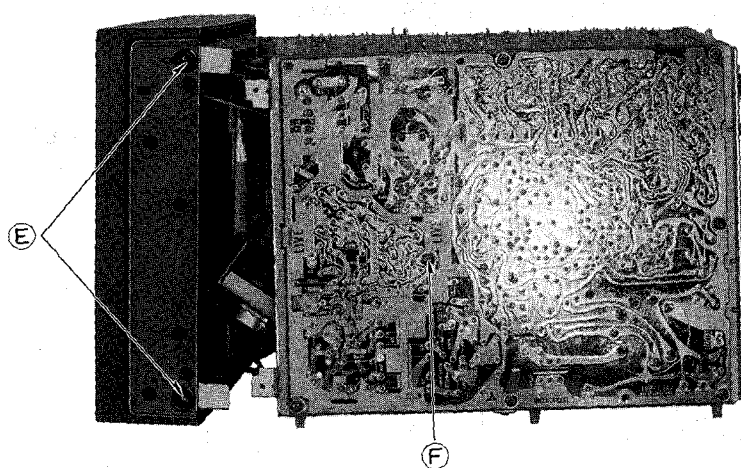

Fig. 5 Abb. 5
1. Remove 2 screws (E) as shown in fig. 5.
1. Remove one screw (F) as shown in fig. 5.
1. Die 2 Schrauben (E) entfernen, wie in Abb. 5.
1. Die eine Schraube (F) entfernen, wie in Abb. 5.